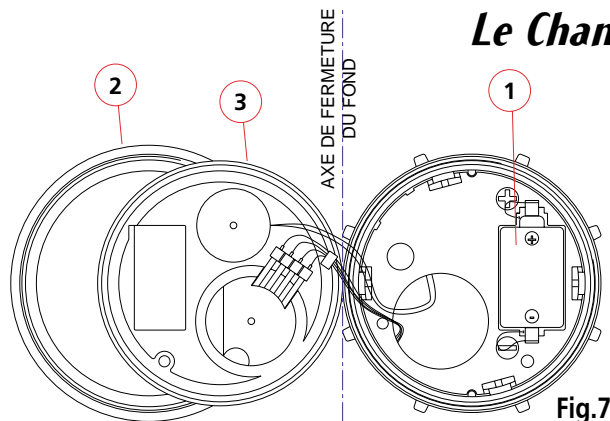
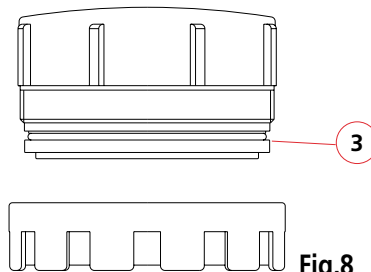
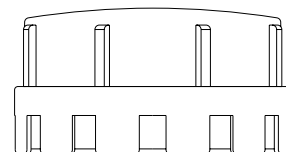

Fig.7
Fig.8
Fig.9
9. Avant de refermer le boîtier vérifier l'enfoncement du connecteur du capteur. Vérifier l'état du joint torique (3) (le remplacer si celui-ci est endommagé), l'enduire de graisse silicone, puis en suivant la ligne fictive servant d'axe de fermeture du boîtier (voir figure 7), refermer le fond sur le boîtier. Pour vérifier l'étanchéité vérifier que l'air emprisonnée dans le boîtier fait remonter le fond si l'on relâche la pression des doigts (figure 8).
10. Si l'étanchéité est assurée, visser à fond et bloquer la couronne MCD (2).
11. L'appareil étant remonté (figure 9), faire une mise en route hors de l'eau afin de vérifier: